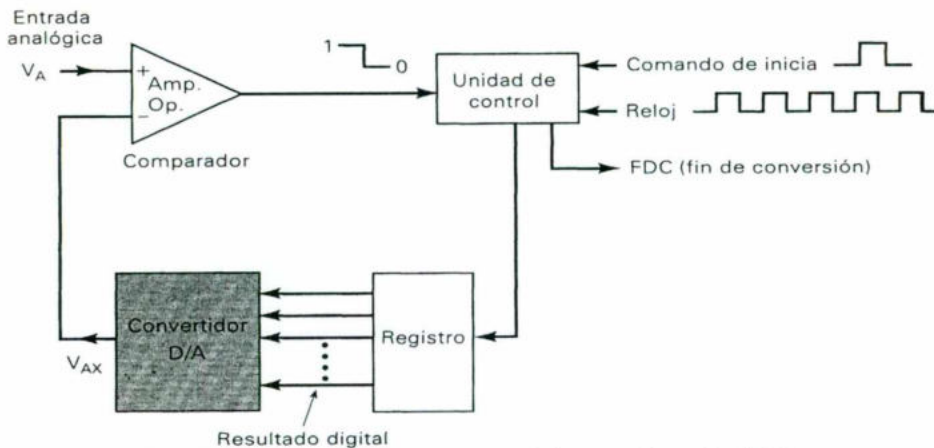
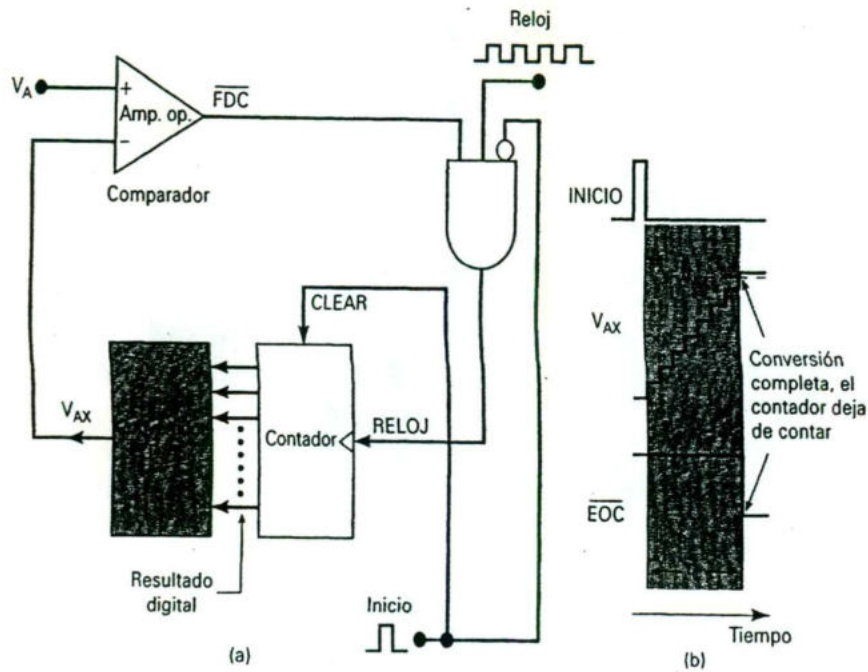

FIGURA 9.6 Diagrama general de una clase de ADC.
Figura 9.7 ADC de rampa digital.
En una de las versiones más simples del ADC de la figura 9.6, se usa un contador binario como registro y permite que el reloj incremente el contador un escalón a la vez hasta  $V_{AX} > V_A$ . Se llama **ADC de rampa digital** porque la forma de onda en  $V_{AX}$  es una rampa (en realidad una escalera) escalón por escalón como la que se muestra en la figura 9.7. También se denomina *ADC tipo contador*.
En la figura 9.7 se muestra el diagrama de una ADC de rampa digital. Contiene un contador, un DAC, un comparador analógico y una compuerta AND de control. La salida del contador sirve como la señal activa en BAJO de fin de conversión *FDC*. Si suponemos que  $V_A$ , el voltaje analógico que será convertido es positiva, la operación es la siguiente:
5. A medida que el contador avanza, la salida del DAC,  $V_{AX}$ , se incrementa un escalón a la vez, como se muestra en la figura 9.7(b).
Suponga los siguientes valores para el DAC de la figura 9.7: frecuencia de reloj (CLK) = 1 MHz;  $V_T = 0.1$  mV; DAC tiene salida a plena escala = 10.23 V entrada de 10 bits. Determine los siguientes valores.
El tiempo de conversión se muestra en la figura 9.7(b) como el intervalo entre el fin del pulso de INICIO y la activación de la salida  $FDC$ . El contador empieza a contar desde 0 hasta que  $V_{AX}$  excede  $V_A$ , punto en el cual  $FDC$  pasa a BAJO para terminar el proceso de conversión. Debe estar claro que el valor del tiempo de conversión,  $t_c$ , depende de  $V_A$ . Un valor mayor requerirá más escalones antes que el voltaje de rampa exceda  $V_A$ .
Si nos remitimos a la figura 9.7 veremos claramente que la salida del comparador nunca pasará a BAJO, puesto que el voltaje de escalera nunca puede exceder  $V_A$ . Así, se aplicarán pulsos de manera continua al contador, de tal forma que contará repetitivamente desde 0 hasta un máximo, se reciclará a 0, nuevamente contará hacia arriba, etcétera. Esto producirá formas de onda de escalera repetitivas en  $V_{AX}$  pasando de 0 al límite de escala y este ciclo continuará hasta que  $V_A$  disminuya por abajo del límite de escala.